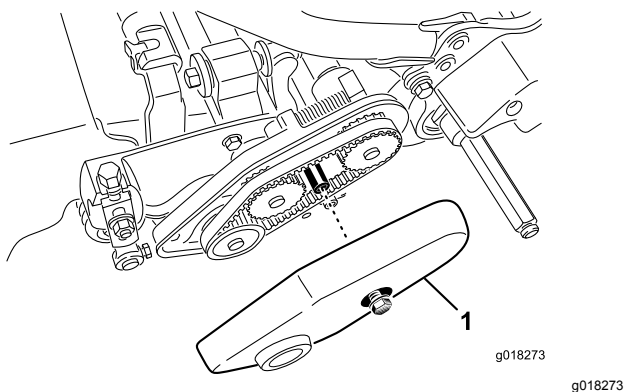

Рисунок 47
2. Выверните болт с буртиком, который крепит крышку ремня, и снимите крышку ремня, чтобы открыть ремень (Рисунок 47).